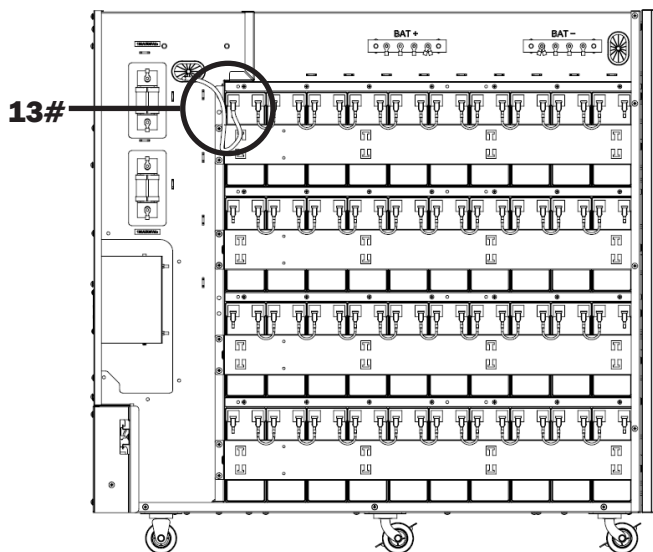

Figure 5-21A
31. Connecter la batterie 10- du groupe 4 à la barre du bus de la batterie N (BAT N) (Figure 5-21A).